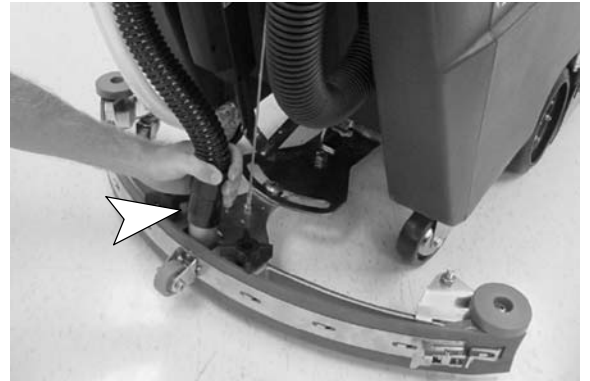

FIG. 5
5. Branchez le tuyau d'aspiration de la machine au bloc racloir. (Figure 5)